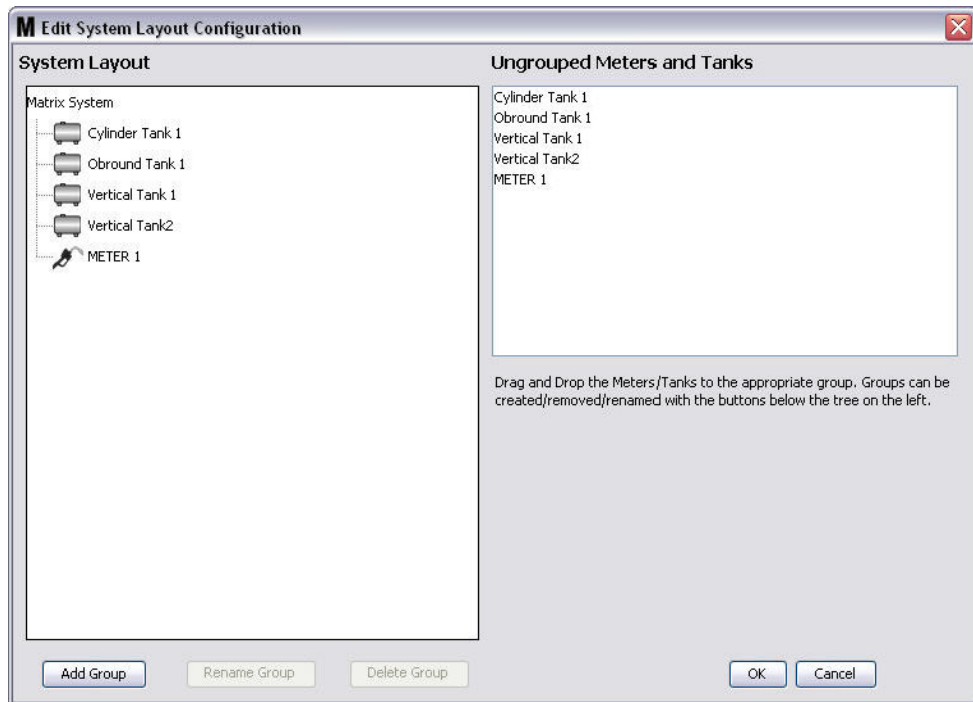

FIG. 125
3. L'écran Modifier la Configuration du Système indiqué à la FIG. 125 s'affiche.
4. Cliquez sur le bouton Ajouter le Groupe (Fig. 125) pour créer un nouveau groupe de dispositifs.